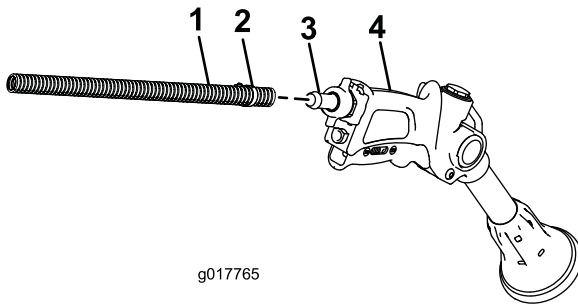

Figure 18
- Connectez l'extrémité libre du long flexible au raccord du pistolet pulvérisateur (Figure 18).